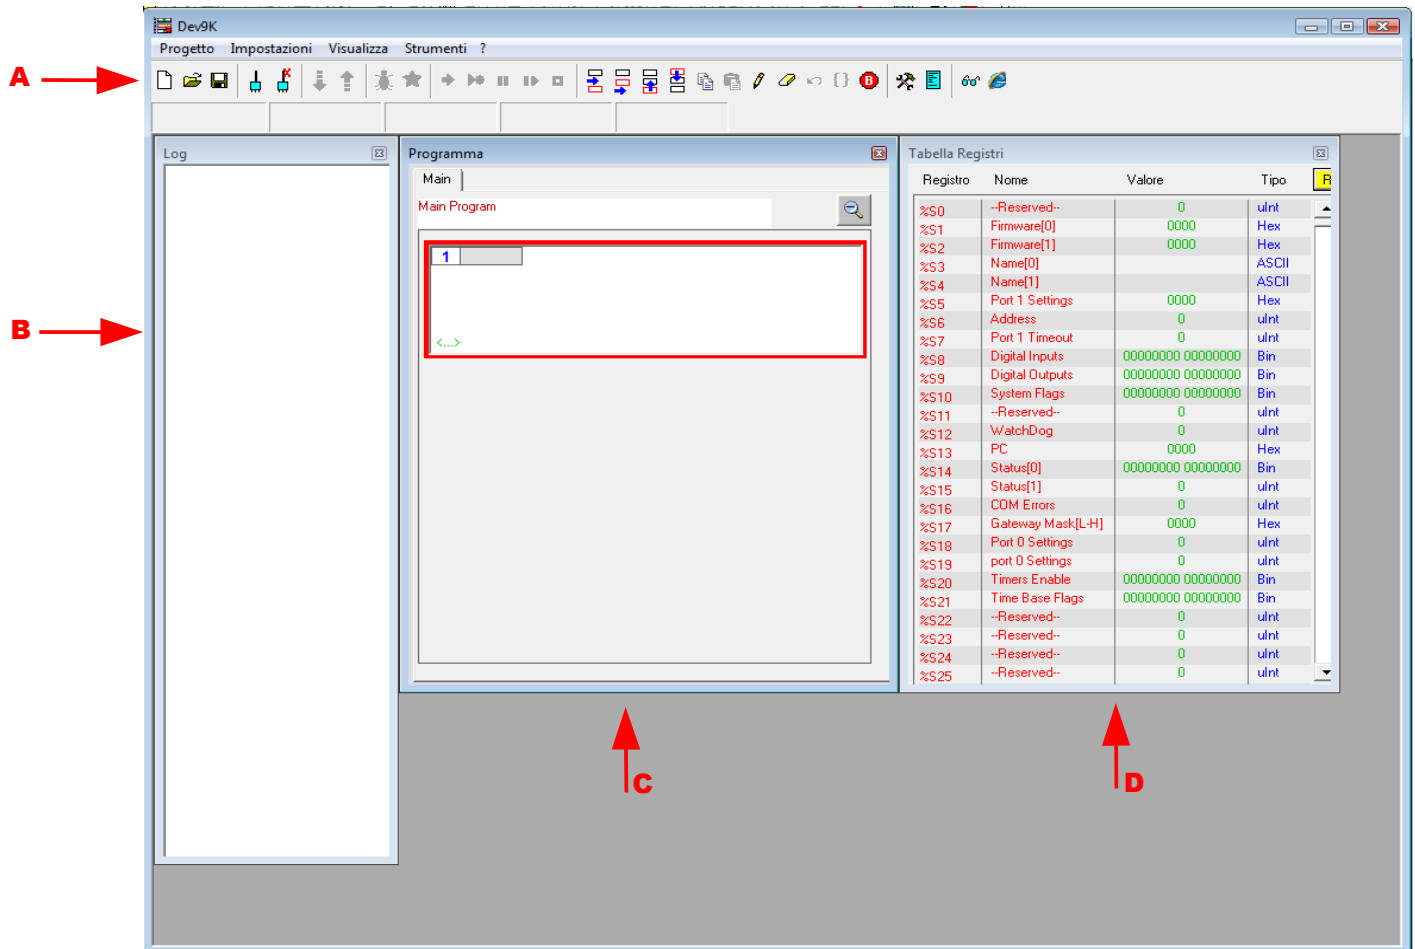

Fig. 1.1
Le barre Menù, Pulsanti e Stato (Fig.1.1-A)
La finestra di Log (Fig.1.1-B)
La finestra dell'Applicativo (Fig.1.1-C)
La tabella dei Registri (Fig.1.1-D)
-A. Finestra "Log" vuota (Fig.1.1-B).
-B. Finestra "Programma" con un primo blocco funzione vuoto. In questa finestra è possibile inserire i blocchi funzione per creare l'applicativo (Fig.1.1-C).
-C. Finestra "Tabella Registri" con l'elenco dei registri associati al Controllore (Fig.1.1-D).